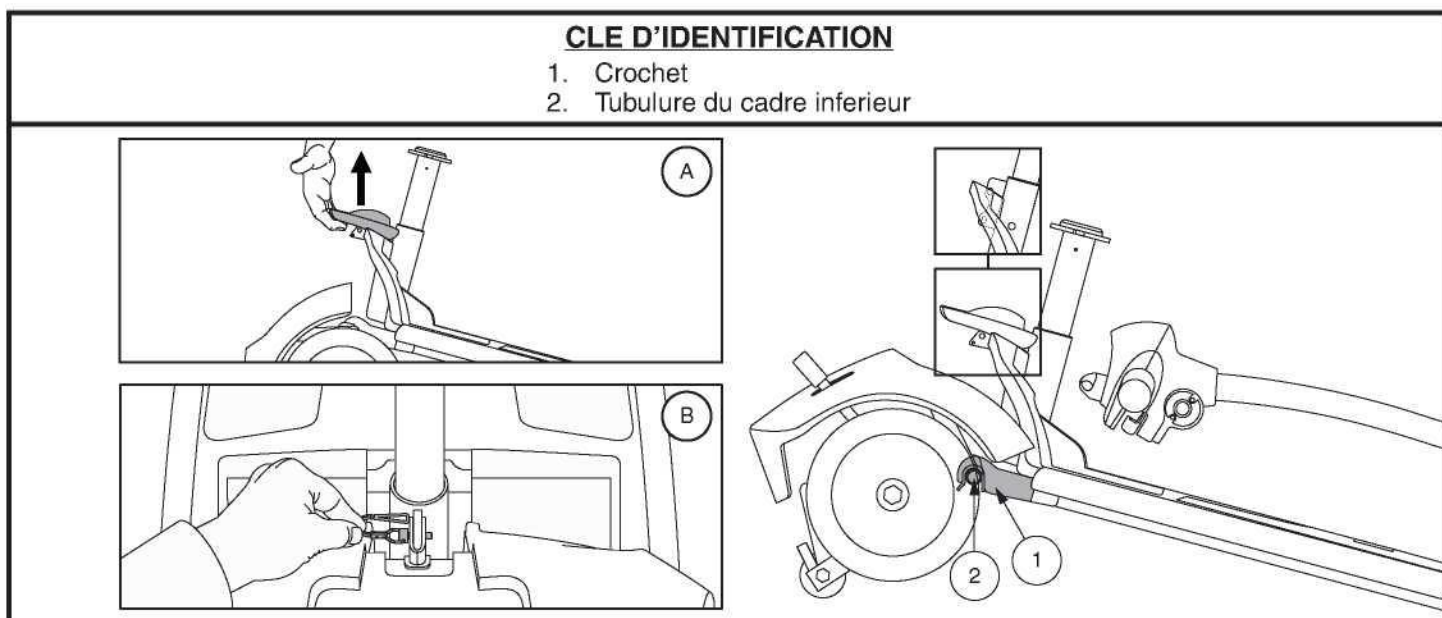

Figure 33. Levier de blocage du cadre (Style A) et Libérez la goupille de verrouillage de blocage du châssis (Style B)
4. Séparez doucement les sections du Travel Scooter. **Voir la figure 33.**
NOTE: Avant de débiter l'assemblage, basculez légèrement la section arrière du Travel Scooter vers ses rolettes antibascule tel que montré dans la figure 33.
1. Soulevez la section avant par le levier de blocage (ou le mât du siège sur les modèles 29, 36, 336, 83, et 84) et alignez les crochets avec la tubulure de la section arrière. **Voir la figure 33.**
2. Une fois que les crochets du châssis sont sur le tube inférieur du châssis, abaissez la section inférieure avant et faites pivoter la section arrière simultanément. Ceci engagera le verrouillage du châssis automatiquement pour les modèles AAP4, 39, 40, 44, 40LX, 40X, 44X, 40E, 402E, 44E, 442E, 44LX, 49, 50LX, 50LXLIT, 53, 53HD, 54, 54LX, 54LXLIT, 54HD, 66, 67, 73, 74, et Jazzy ZTS. Pour les modèles 29, 36, 336, 83, et 84, vous aurez besoin de réinstaller la goupille de verrouillage du châssis pour terminer l'assemblage du corps. **Voir la figure 33.**